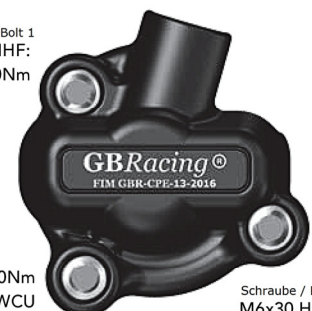

**Abb. 1**
- montieren Sie die mitgelieferten Schrauben locker an der richtigen Position. Verwenden Sie bitte nur die neuen Kupferringe bei Schraube 3 wie in der Abb.1 gezeigt